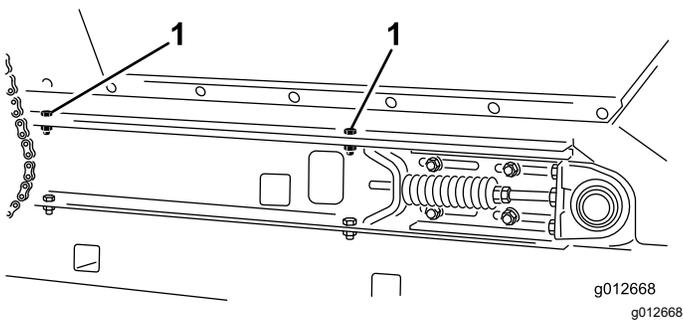

图 31
- 2. 在机器的两侧卸下将料斗固定至滑行机架轨道上的 2 个平头螺丝、2 个垫圈和 2 个锁紧螺母图 31。